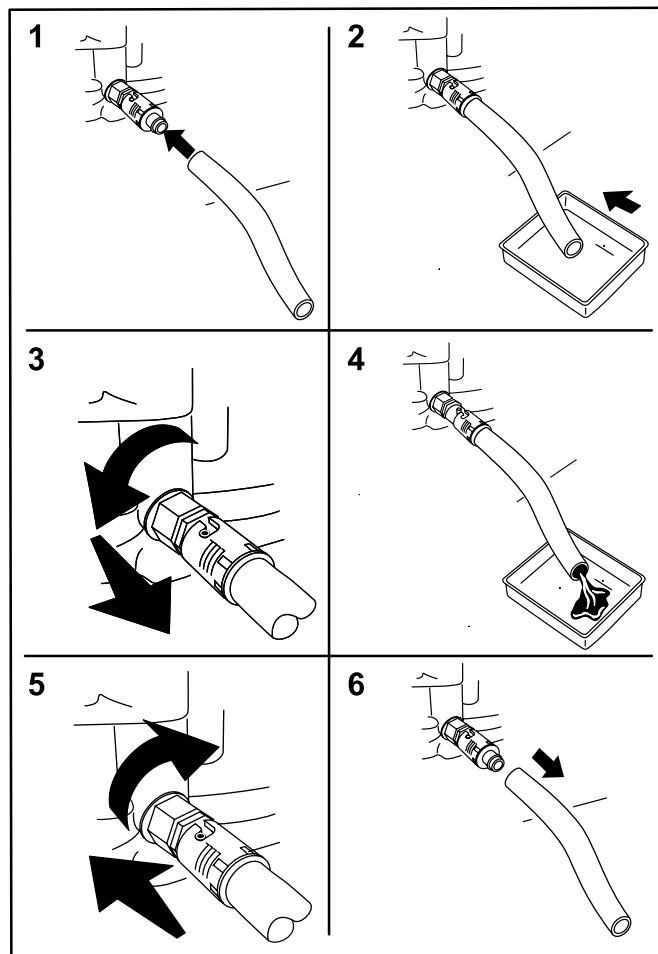

図 28
4. エンジンのドレンバルブに、排出用のホースを接続する 図 28。
5. ホースの出口側を、廃油受け容器に入れる 図 28。
6. ドレンバルブを左に 1/4 回転させてオイルを排出する 図 28。
7. オイルが完全に抜けたら、ドレンバルブを右に 1/4 回転させて閉じる 図 28。